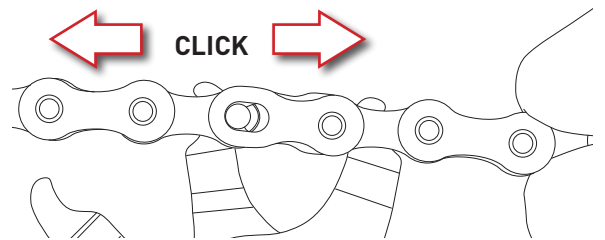

Fig.11
- Appuyez sur la pince jusqu'à entendre un déclic dû au positionnement des deux axes dans la zone des fentes de diamètre inférieur (Fig. 11).